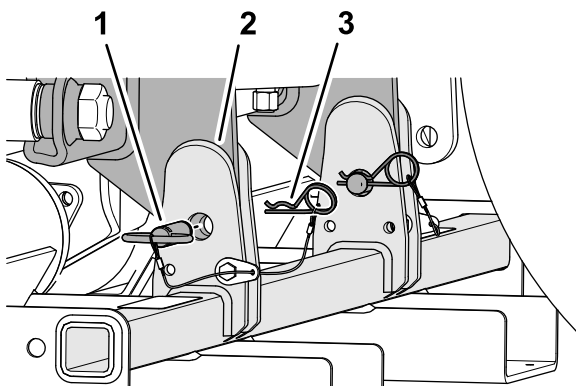

Bild 46
3. Befestigen Sie den Sicherheitsständer mit den beiden Stiften des Sicherheitsständers und den beiden Splinten an der Maschine (**Bild 46**).